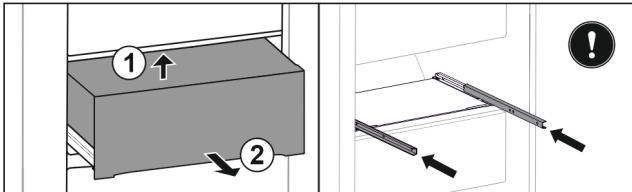

Fig. 29 \*
- ▶ Von unten hinten anheben Fig. 29 (1).\*
- ▶ Nach vorne entnehmen Fig. 29 (2).\*